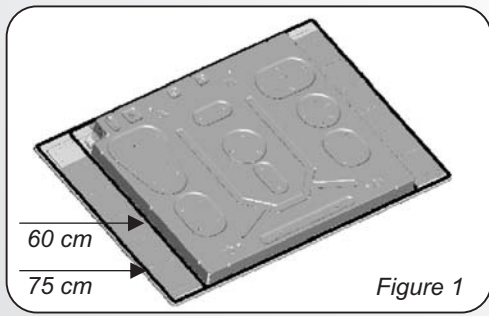

Figure 1
**Важная информация** На рис. 1 показано, как наносится герметик